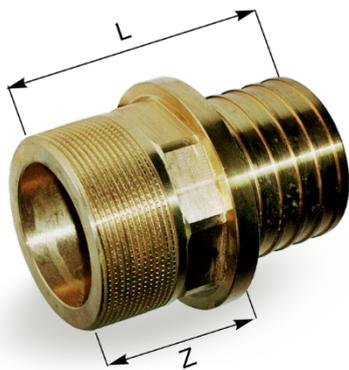

Рис. 8. Переходник с наружной резьбой
3.2.2. Переходник с наружной резьбой служит для соединения труб ТВЭЛ-ПЭКС со стальными трубопроводами посредством резьбы, является деталью для присоединения к запорной арматуре (см. рис. 8). Переходник с наружной резьбой является пресс-соединением, должен комплектоваться монтажной гильзой из нержавеющей материала (нерж. ст., латунь).